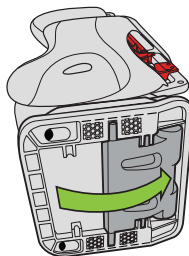

Figure 90
- Vérifiez que le pied d'inclinaison est en position orientée vers l'avant, tel qu'indiqué dans la **Figure 90**. Au besoin, saisissez le bord du pied d'inclinaison et tournez-le vers l'arrière du siège, en appuyant dessus afin de l'enfoncer au bas du siège.